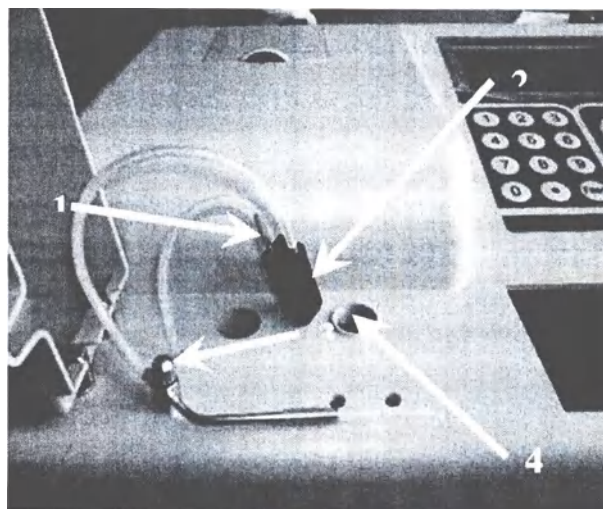

Рис. 1. Кювета возле измерительного гнезда. Стрелками показаны:
3. Вытащите кювету из измерительного гнезда (рис. 1).